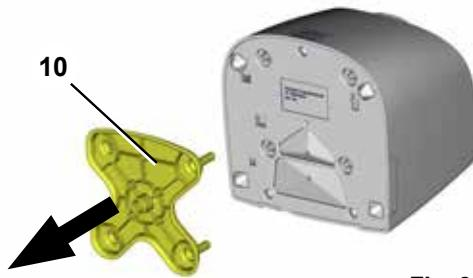

Fig. 2
- ⇒ Extractezi și eliminați ca deșeu siguranța de transport (10, fig. 2) de pe partea inferioară a aparatului.